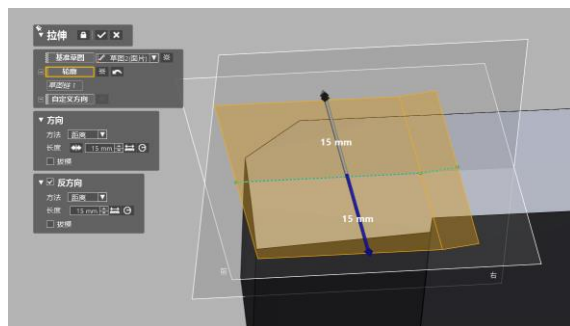

图 4.48 片体的拉伸
3) 点击菜单栏模型〉(创建曲面下)拉伸图标, 弹出拉伸对话框, 轮廓选择草图 2, 方向长度 15mm, 反方向长度为 15mm, 如图 4.48 所示, 点击确定完成片体的拉伸。